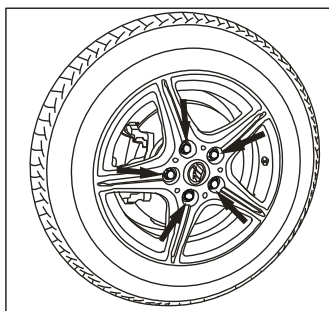

Рисунок III-38
2. Отверните 5 гаек крепления колеса. (См. Рисунок III-38)